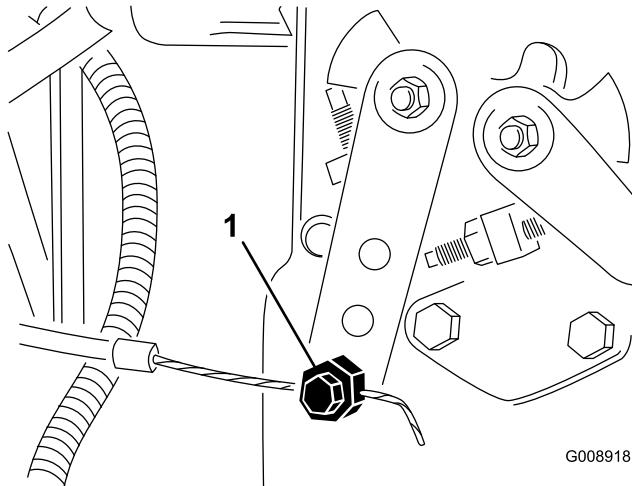

Bild 68
2. Lockern Sie den Anschluss des Gaszuges am Arm der Einspritzpumpe (Bild 68).